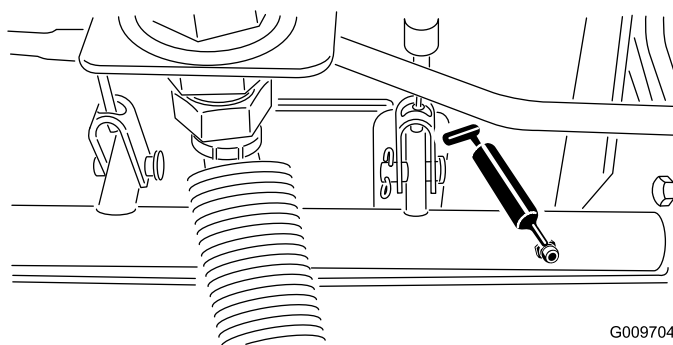

Figura 64
- Cojinetes del pivote del eje de freno (5) (Figura 64)